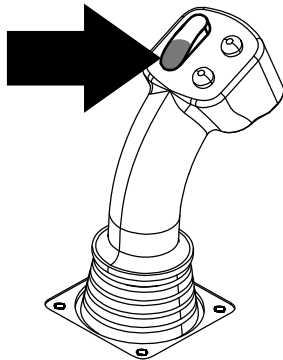

Bild 23
**Wichtig:** Stellen Sie sicher, dass Sie den unteren Teil des Nocken-Kippschalters am linken Joystick ganz nach unten halten, bis die Aktion in jedem Schritt abgeschlossen ist (Bild 23).